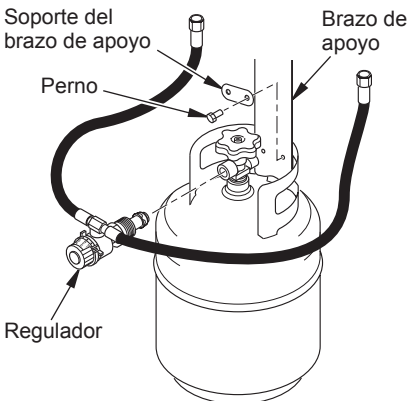

Figura 5. Instalación del brazo de apoyo y el regulador en el tanque de propano o gas LP
5. **Sólo en los modelos de 30.000 BTU** Fije el calentador al resguardo del cilindro de propano o gas LP con el brazo de apoyo en el interior del resguardo y los pernos en los dos orificios del resguardo (consulte la figura 5). Apriete el soporte del brazo de apoyo en su sitio utilizando las tuercas mariposa que se incluyen.